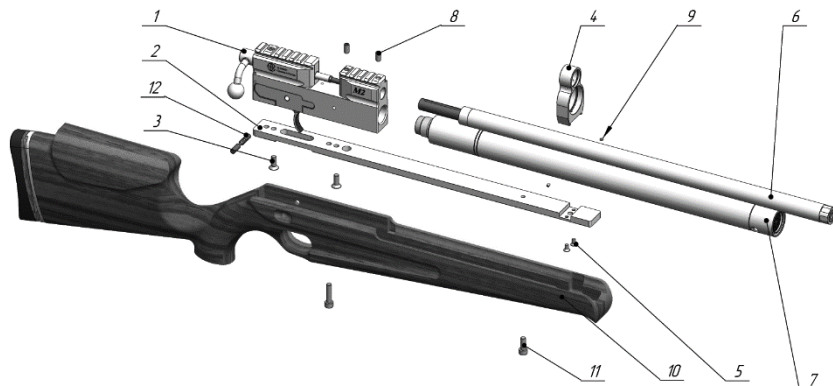

Рис. 9 - Порядок сборки винтовки.
- винтами 3 (рис. 9) притянуть шину 2 к ствольной коробке 1